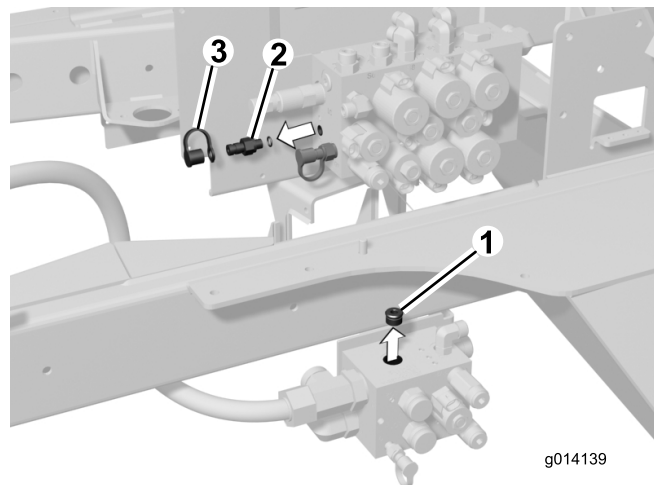

Figura 2
6. Retire el punto de prueba (con el tapón guardapolvo) y la junta tórica del orificio G1 del bloque colector de elevación (Figura 2).
5. Retire el tapón del orificio superior del bloque colector de la toma de fuerza de la carcasa derecha (Figura 2).